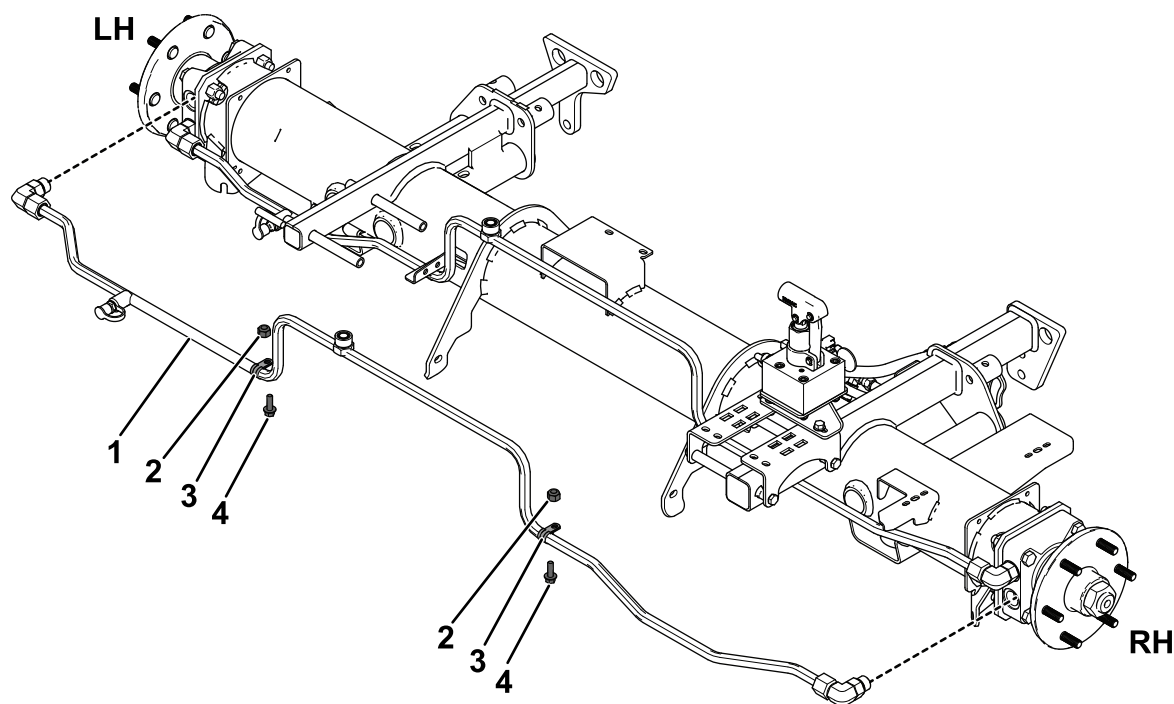

Figura 11
3. Desligue o tubo hidráulico do encaixe superior no motor da roda frontal esquerdo e o encaixe inferior no motor da roda frontal direito (Figura 11).
4. Retire os grampos em R que prendem o tubo à estrutura (Figura 11).